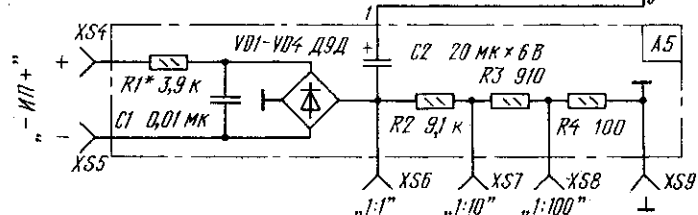

Рис. 5
**УМЗЧ и блок питания (А6).** Схема устройств показана на рис.5. УМЗЧ трехкаскадный на транзисторах VT1 — VT4 выполнен по типовой схеме усилителя постоянного тока с бестрансформаторным выходом. И вход и выход УМЗЧ выведены на гнезда, что позволяет использовать его не только при работе с генериру-